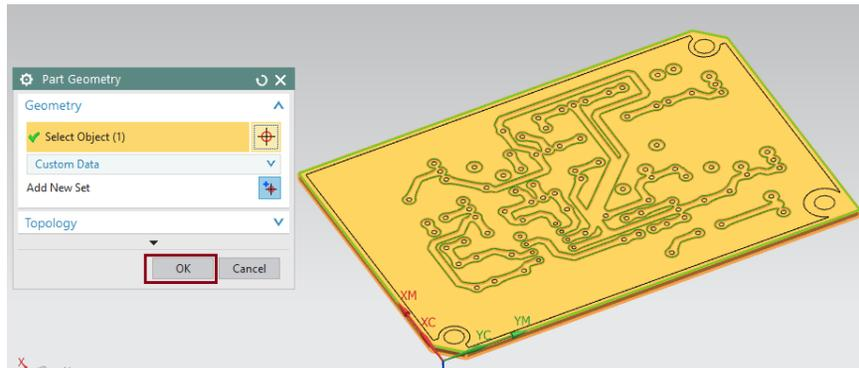

Figura 4.12 Part Geometry
- En la ventana **Part Geometry** seleccionar la pieza que se generó en los primeros pasos, luego de ello dar click en **Ok** (Figura 4.12).